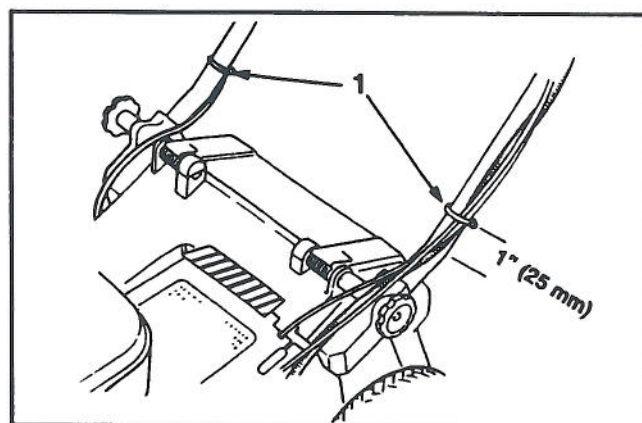

Figure 3
6. Utilisez les serre-câbles pour les fixer aux extrémités inférieures des tubes de la poignée (fig. 3). Les serre-câbles devraient être installées à 25 mm (1 pouce) des coudes du mancheron. Pour le placement correct du câble, voir la figure 3.